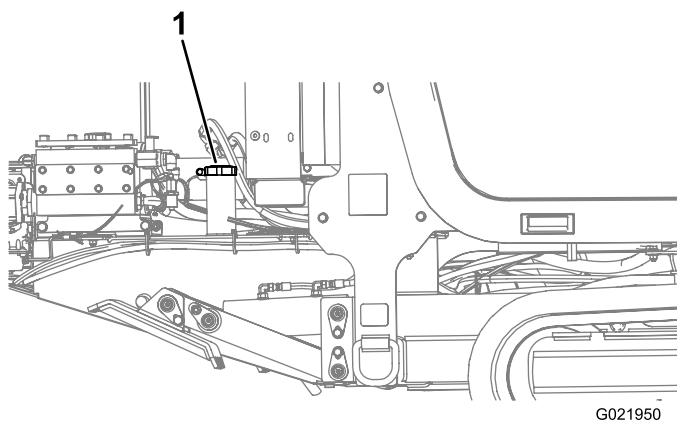

Figura 69
4. Retire el tapón del depósito de combustible (Figura 69).